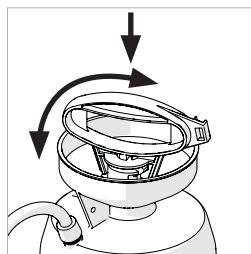

Fig. 1
- Presione y gire el mango hasta que esté en la posición media para desbloquear el mango. **(Fig. 1)**